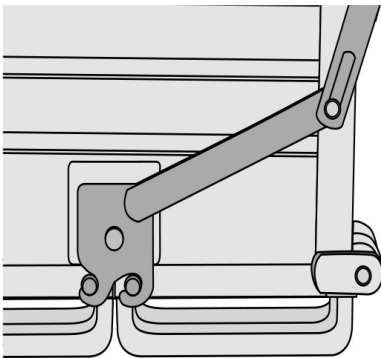
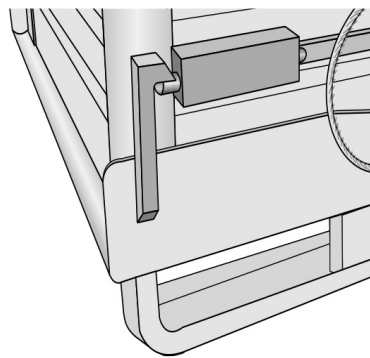
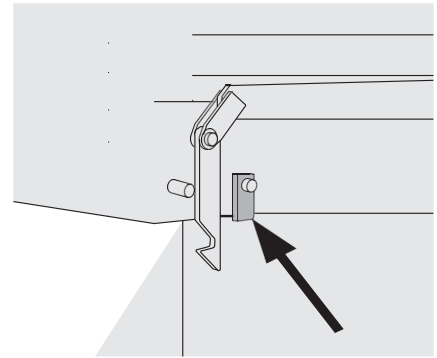

Fig.6.2.12
Fig.6.2.13
Fig.6.2.14
- 6.2.15 S'assurer que les dispositifs de fixation des fonds sont bien accrochés (**fig.6.2.12 - fig.6.2.13 - fig.6.2.14**).
- 6.2.15 Check that the devices securing the bottoms are well hooked on (**fig.6.2.12 - fig.6.2.13 - fig.6.2.14**).